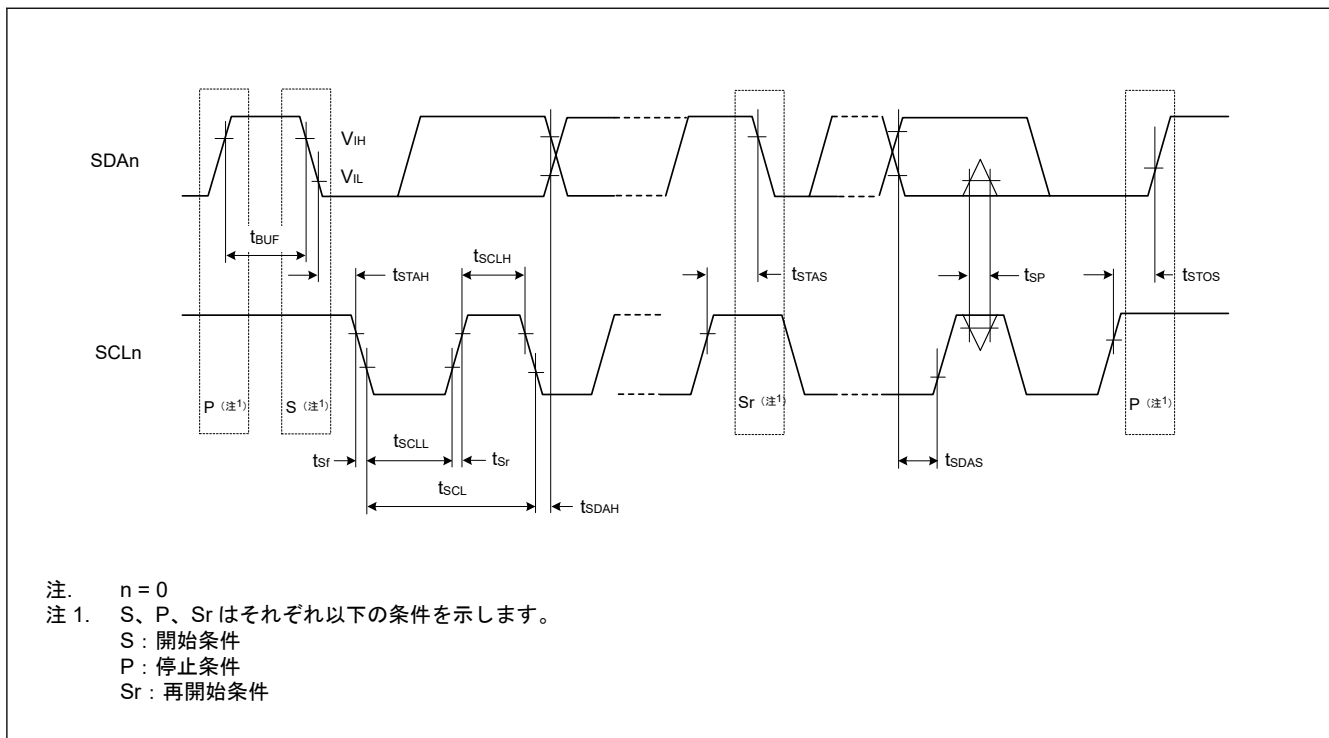

図 35.35 I²C バスインタフェース入出力タイミング
| IIC (標準モード、SMBus) | SCL 入力サイクル時間 | t_{SCL} | $6 (12) \times t_{IICcyc} + 1300$ | — | ns | 図 35.35 |
| IIC (ファストモード) | SCL 入力サイクル時間 | t_{SCL} | $6 (12) \times t_{IICcyc} + 600$ | — | ns | 図 35.35 |